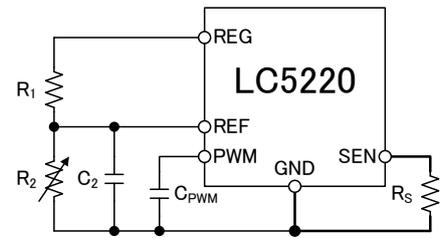

図 8-11 調光対応回路(アナログ入力)
1. REF 端子のアナログ電圧を可変する (図 8-11)